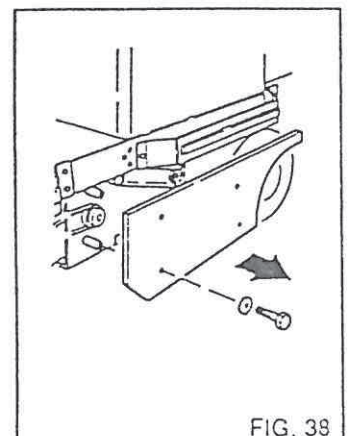

FIG. 38
- 2) Linke Abdeckung abnehmen (Fig. 38)